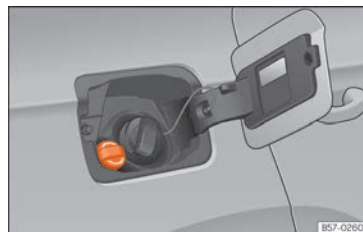

Abb. 206 Verschlussdeckel des AdBlue-Tanks
- Öffnen Sie die Tankklappe »» Abb. 206.
- Verschlussdeckel SCR-Einfüllstutzen nach links drehen »» Abb. 206.